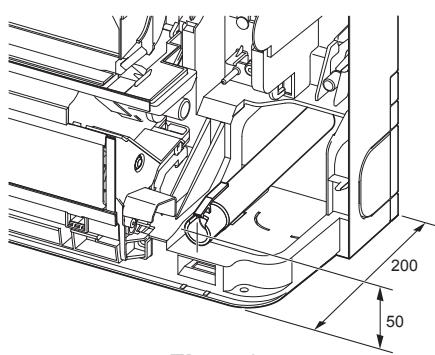

Fig. 5-3
- Quando si instrada la tubazione di scarico, accertarsi che il tubo di scarico sia instradato come indicato. (Fig. 5-3)